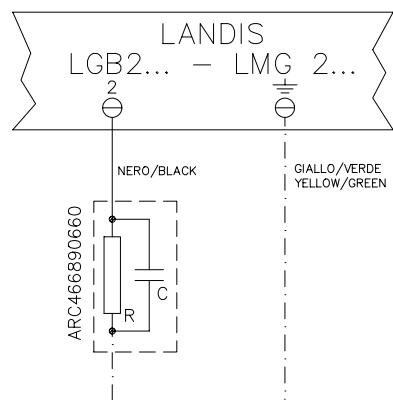
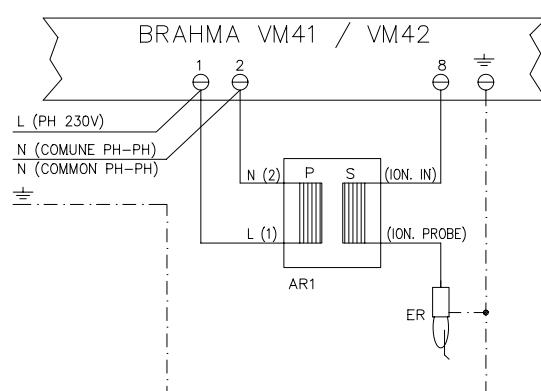

Fig. 29a
Fig. 29b
In caso l'alimentazione elettrica del bruciatore sia 230 V fase-fase con apparecchiatura Brahma VM4.., per aumentare la tensione tra elettrodo e massa occorre utilizzare il trasformatore d'isolamento Brahma AR1 (ns. codice 2531006), collegato come in Fig. 29b
* Vedere Fig. 29a e Fig. 29b.